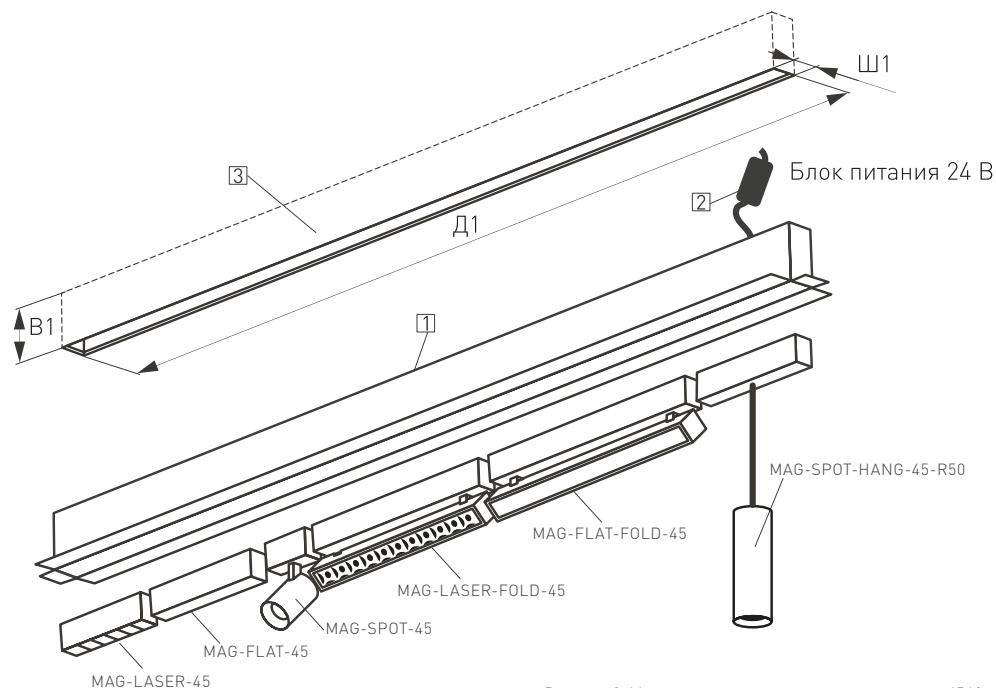

Рисунок 2. Монтаж магнитного шинопровода серии 4560.
1. Подготовьте в монтажной поверхности нишу [3] по размерам, указанным в таблице 2.1 (здесь и далее см. рисунок 2).